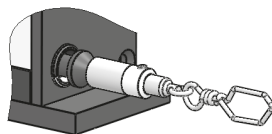
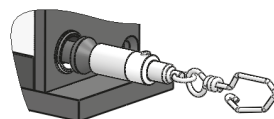

Abb. 5: Seilhaken geschlossen
Abb. 6: Seilhaken geöffnet
Montage Seilhaken (Abb. 5, Abb. 6):
2. Den Seilhaken geschlossen (siehe Abb. 5) oder geöffnet (siehe Abb. 5) montieren.
3. Nach der Montage mit geöffnetem Seilhaken, Seilhaken wieder schließen (siehe Abb. 5).